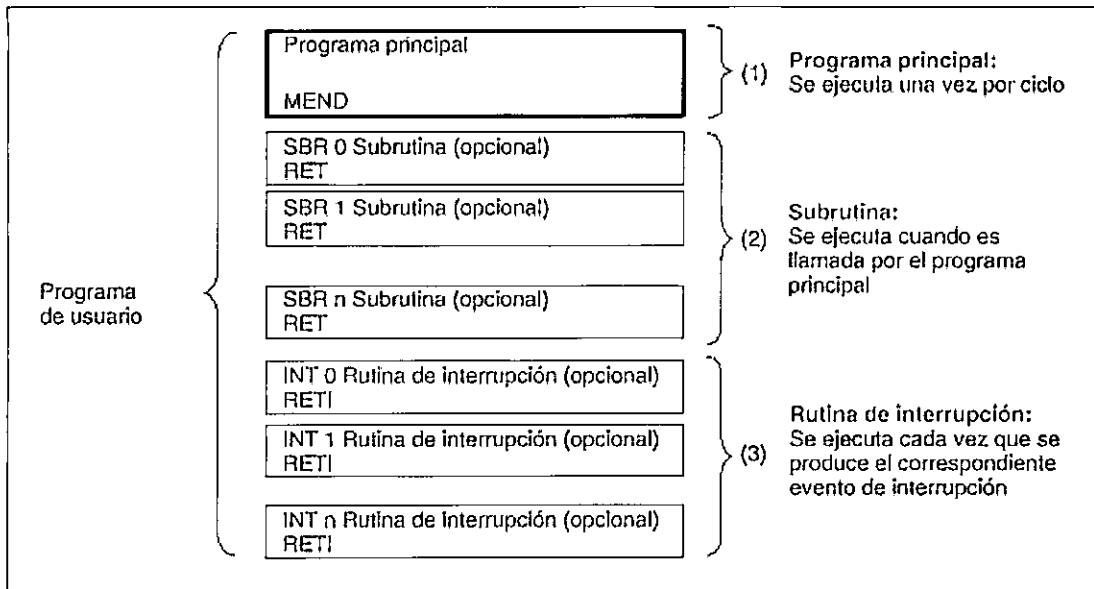

Figura 4.13 Estructura del programa de una CPU S7-200
- **Programa principal:** En esta parte del programa se disponen las operaciones que controlan la aplicación. Las operaciones del programa principal se ejecutan de forma secuencial en cada ciclo de la CPU. Para terminar el programa principal, utilice en KOP una bobina absoluta Finalizar programa principal, o en AWL una operación Finalizar programa principal (MEND). Véase (1) en la figura 4.13.